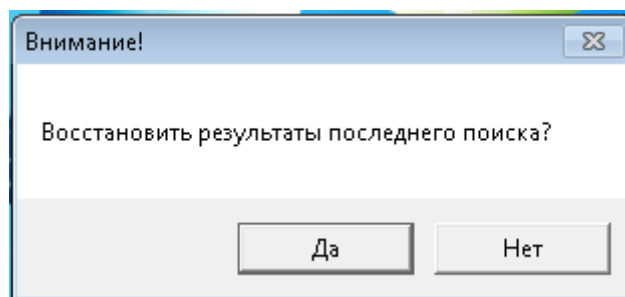

Рисунок 16 – Восстановление результатов предыдущего поиска
5.5.3 При следующем запуске модуля, будет предложено восстановить сохраненный результат (см. рисунок 16).